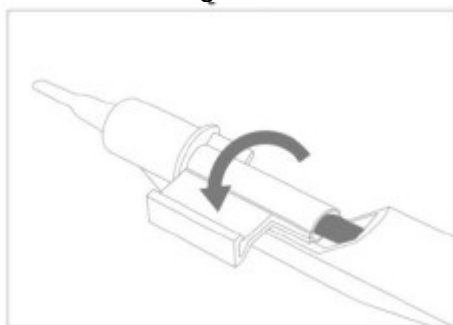

Figura 5
- Cierre la cámara de carga con un movimiento rápido (figura 5). En esta posición, la lente puede esperar varios minutos a ser implantada si es necesario.